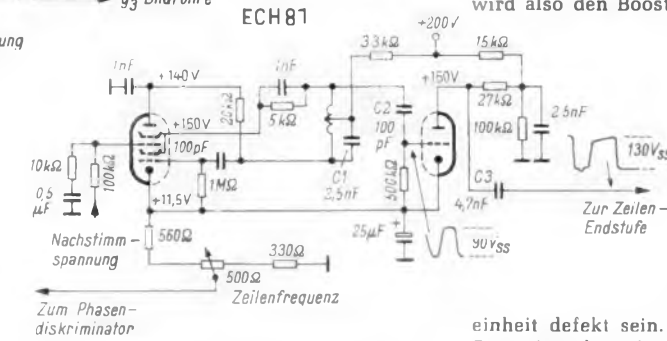

Bild 12. Zeilengenerator mit Nachstimmröhre
2. Steuerimpuls fehlt. Hier kann es sich nur um einen Fehler im Zeilengenerator (Bild 12) und im Impulsverstärker (der nicht in allen Geräten vorhanden ist) handeln. Man wird sich also zuerst davon überzeugen, ob der Generator schwingt. Die Aufnahme des Oszillogramms an der Spule klärt das sofort (siehe Bild 12). Schwingt der Zeilengenerator nicht oder steht kein Oszillograf zur Verfügung, so wird man die Betriebsspannung messen, wobei die durch den Schwingstrom am Gitter 1 des Zeilengenerators entstandene negative Gittervorspannung, Sollwert - 30 V, ebenfalls Auskunft über das Schwingen und die Schwingamplitude gibt. Außerhalb des Schwingzustandes hat das Gitter 1 keine negative Spannung und die Oszillatoranode (in Bild 12 Gitter 2 und 4) eine zu geringe Spannung, etwa noch 60 V. Anschließend wird noch der Impulsverstärker überprüft.
Bild 12 zeigt den Zeilengenerator. Dies ist ein ziemlich festgekoppelter Oszillator in Dreipunktschaltung. Das Schirmgitter, also Gitter 2 und 4 des H-Systems der Röhre ECH 81 dient hier als Oszillator-Anode. Parallel zum Schwingkreis Kondensator C 1 liegt als veränderlicher induktiver Blindwiderstand das Elektrodensystem Katode, Gitter 3 und Anode der ECH 81, das vom Phasendiskriminator gesteuert wird (Näheres im Abschnitt 7). Es entsteht eine Sinusschwingung von 15 625 Hz (Zeilenfrequenz bei 625 Zeilen), die über den Kondensator C 2 dem Impulsverstärker zugeführt wird (Triodensystem der ECH 81). Dieser wird übersteuert, so daß an der Anode die gewünschte Kurvenform des Steuerimpulses für die Zeilen-Endstufe entsteht.